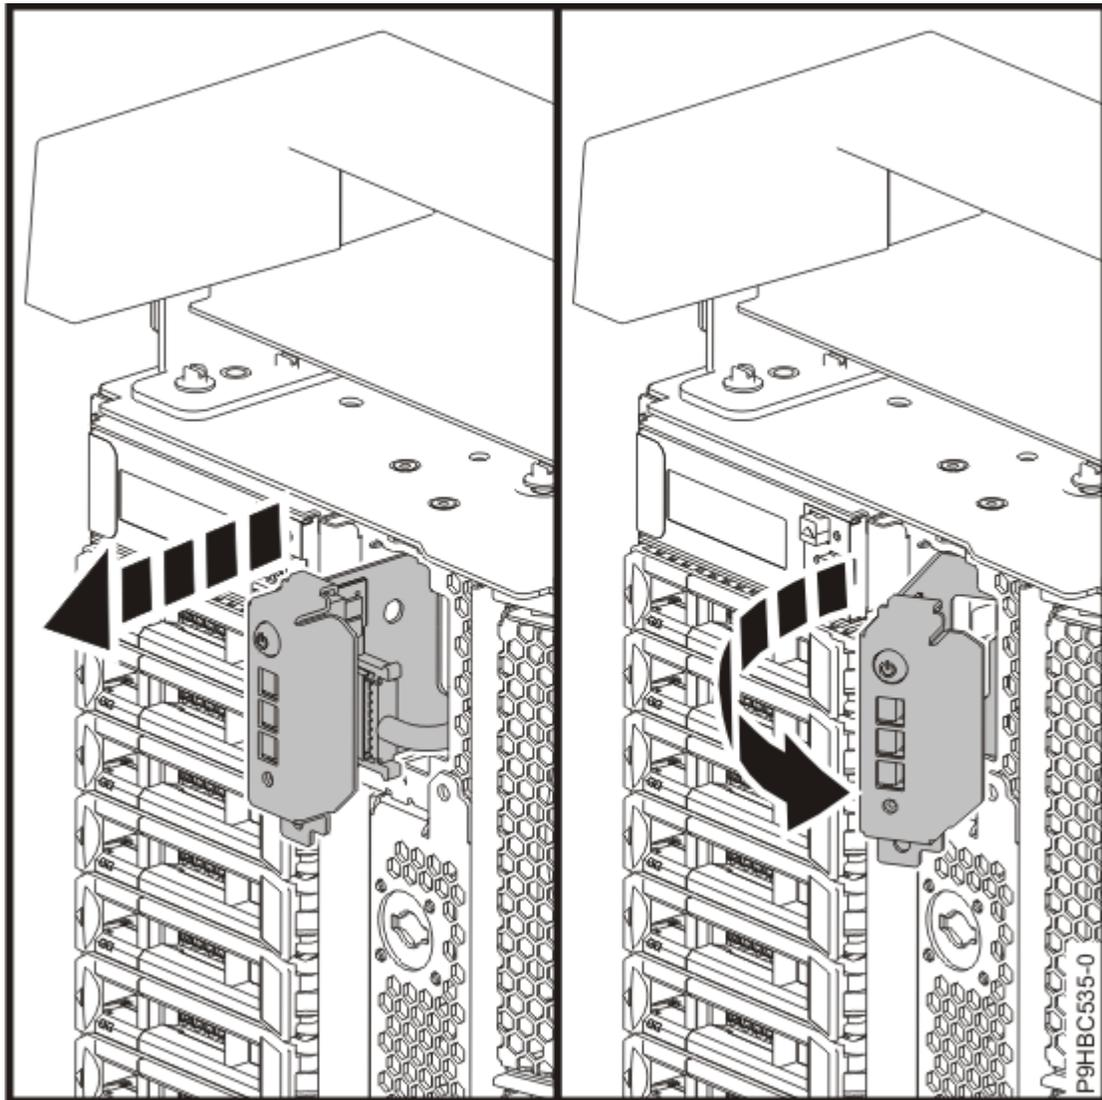

Abbildung 19. Steuerkonsole bei einem Standalone-System ausbauen
- b) Bauen Sie die Steuerkonsole aus dem System aus, indem Sie die Steuerkonsole nach links drehen (siehe Abbildung 19 auf Seite 21).